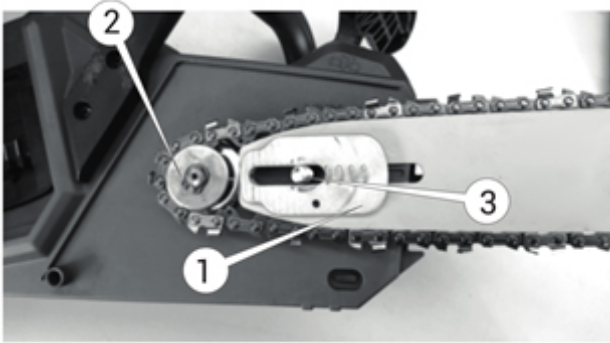

Рисунок 7. Схема встановлення різального блоку на виріб.
6. Перевірити, що на «шину» встановлена зубчаста муфта (1, рис. 7) механізму натягування або встановити її та зафіксувати гвинтом.
7. Встановити «шину» з ланцюгом на напрямну шпильку (3, рис. 7) та
накласти ланцюг на провідну (2, рис. 7) зірочку.